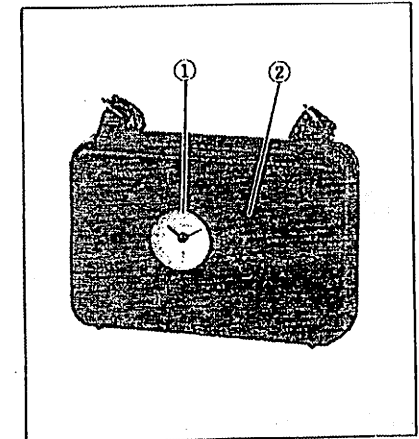

Fig.1
- ※ Una pila normal acciona la relojería y ruedas de impresión a proximadamente por seis (6) meses.
- ※ Cuando el aparato se abra mediante la llave maestra (K), la marcación [O] se imprime en la cinta de papel.
- ※ Dimensiones: 170(w) × 61(D) × 118(H) mm
3. EXPLICACIONES (Ver Fig.1,2 y 3)
[1] Como abrir la caja (Ver Fig. 1,2,3 y 4)
[2] Como poner en funcionamiento (Ver Fig. 1y2)